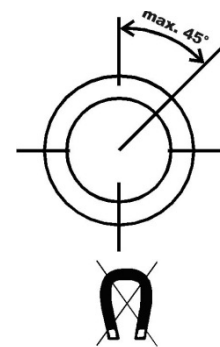

Abb. 1
- ☞ Die Schalter dürfen Sie nur senkrecht stehend einbauen, Abweichung max. 45° (→ Abb. 1).